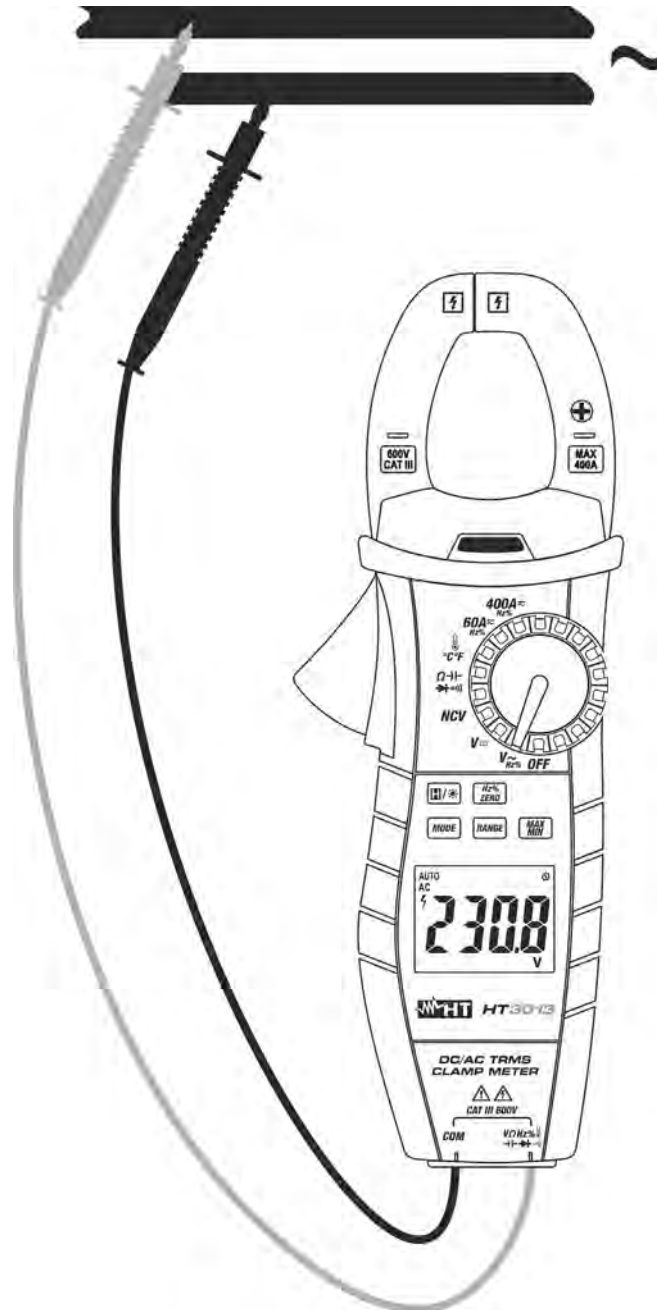

Fig. 5: Uso dello strumento in misura di Tensione AC
3. Posizionare i puntali nei punti desiderati del circuito in esame (vedere Fig. 5). Il valore della tensione è mostrato a display.